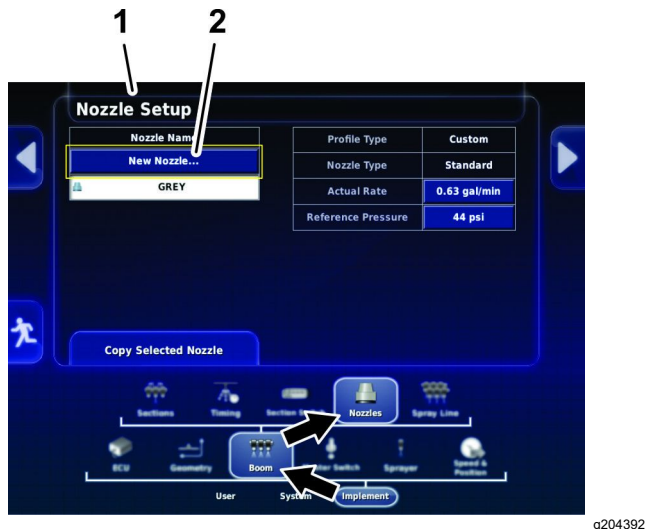

Figura 76
3. Premete l'icona Implementazione, l'icona Barre e l'icona Ugelli (Figura 76).
4. Nella schermata di impostazione degli ugelli, premete l'icona NUOVO UGELLO... nella parte superiore della schermata (Figura 76).